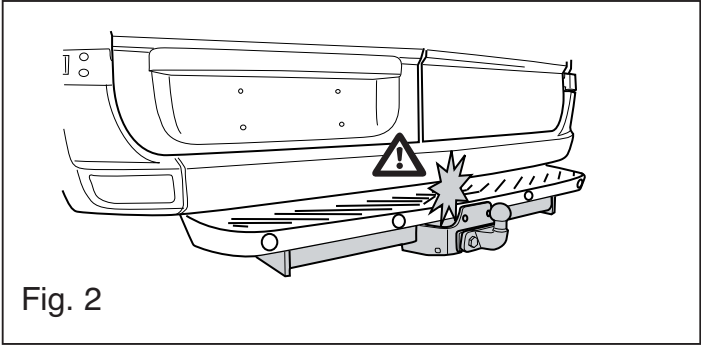

Fig. 2
4. Смонтируйте буксирный крюк "1" на внешней стороне балок шасси и внутренней стороне внутреннего бампера, используя отверстия А. Проследите за тем, чтобы при установке поперечной балки не повредить бампер! См. рисунок 2.